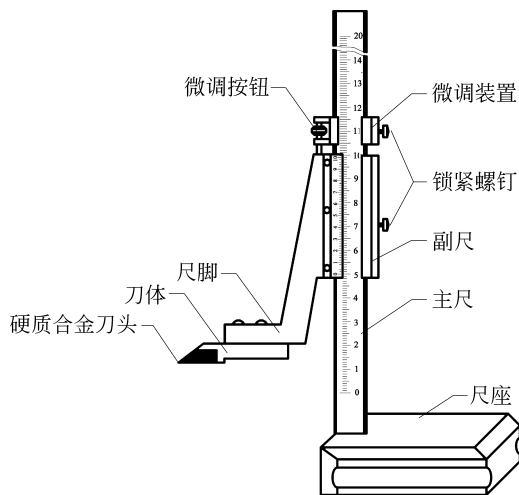
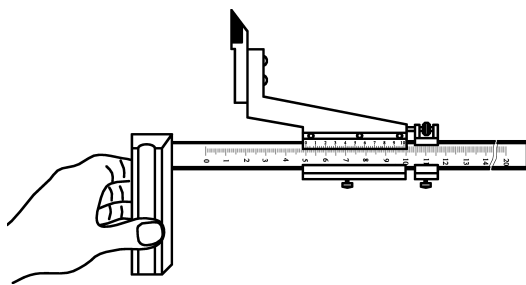

图 3-20 高度尺的结构
图 3-21 高度尺调整尺寸时的握法
(2) 高度尺的结构。高度尺的结构如图 3-20 所示。
(3) 高度尺的握法如下。
① 调整尺寸时的握法。调整尺寸时,尺身呈水平状态,左手的大拇指与其他四指相对捏住尺座两侧凹槽,尺身呈水平状态并与视线相垂直,如图 3-21 所示。